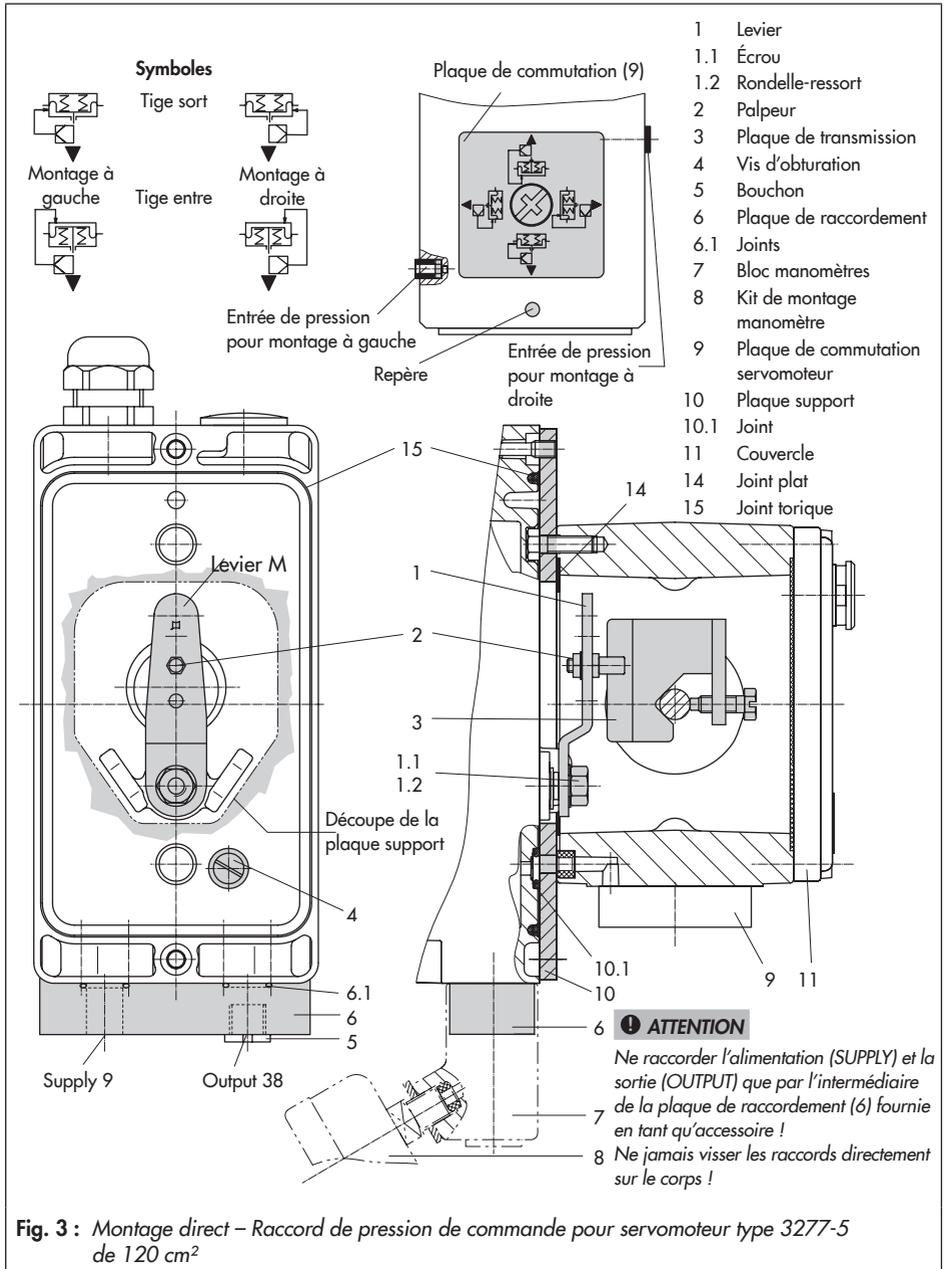

Fig. 3 : Montage direct – Raccord de pression de commande pour servomoteur type 3277-5 de 120 cm²
Servomoteur de 120 cm² (cf. Fig. 3)
1. Monter la plaque de raccordement (6) ou le bloc manomètres (7) sur le positionneur. S'assurer que les deux joints (6.1) sont positionnés correctement.
2. Retirer la vis d'obturation (4) à l'arrière du positionneur et obturer la sortie « Output 38 » de la plaque de raccordement (6) ou du bloc manomètres (7) avec le bouchon (5) disponible en tant qu'accessoire.
3. Placer la plaque de transmission (3) sur la tige de servomoteur en vérifiant que la vis de fixation est positionnée correctement dans la rainure de la tige de servomoteur.
4. Fixer la plaque support (10) sur le servomoteur de sorte que la partie étroite
de la découpe (Fig. 3, à gauche) soit orientée vers les raccords pneumatiques du positionneur et que le joint plat (14) collé se trouve du côté de l'arcade.
5. **Course de 15 mm** : Le palpeur (2) reste en position **35** sur le levier **M** (1) placé à l'arrière du positionneur (réglage d'usine).